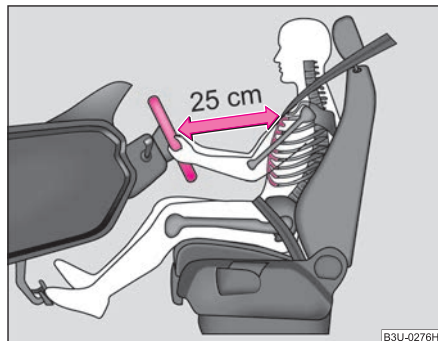

Fig. 136 Distanța corectă a conducătorului față de volan
- Reglați astfel scaunul conducătorului auto încât distanța dintre volan și torace să fie de cel puțin 25 cm ⇒ **fig. 136**.
- Între conducător și volan trebuie să existe o distanță de cel puțin 25 cm ⇒ pagina 151, fig. 136. Dacă nu se respectă această distanță, sistemul airbag nu își poate exercita eficiența maximă – Pericol!